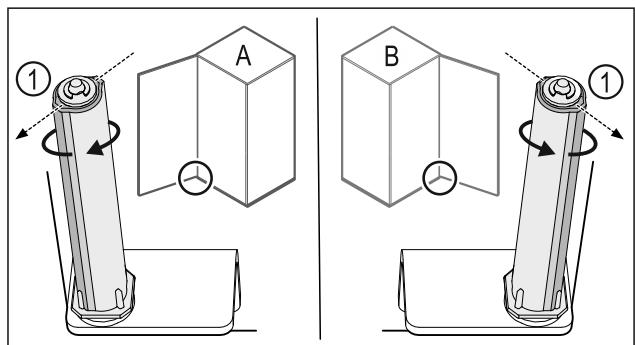

Fig. 44 Tope izquierdo (A) / tope derecho (B)
- ▶ Girar el sistema de cierre contra la resistencia hasta que el alma del sistema de cierre Fig. 44 (1) apunte hacia afuera.